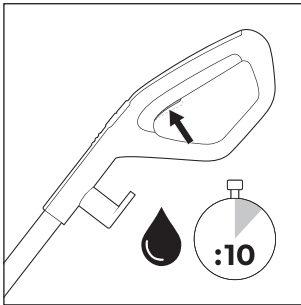
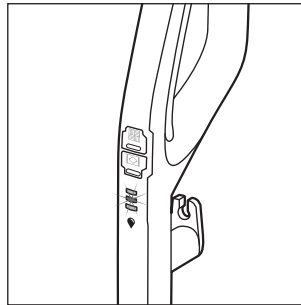

Abb. 18
Abb. 19
- ♦ Halten Sie vor jedem Gebrauch den Schalter Reinigungslösung (15) für ca. 10 Sekunden gedrückt, um die Bürstenrolle (6) mit Reinigungslösung betriebsbereit zu machen (siehe Abb. 18). Die Anzeige Reinigungslösung (12) blinkt abwechselnd blau auf, wenn der Schalter Reinigungslösung (15) gedrückt gehalten wird (s. Abb. 19).